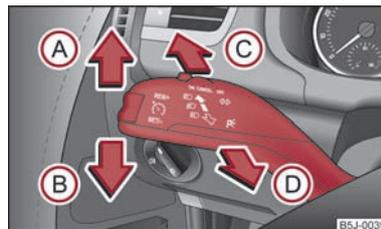

Abb. 25 Der Blinklicht- und Fernlichthebel
- Drücken Sie den Hebel nach oben  bzw. nach unten  ⇒ Abb. 25.